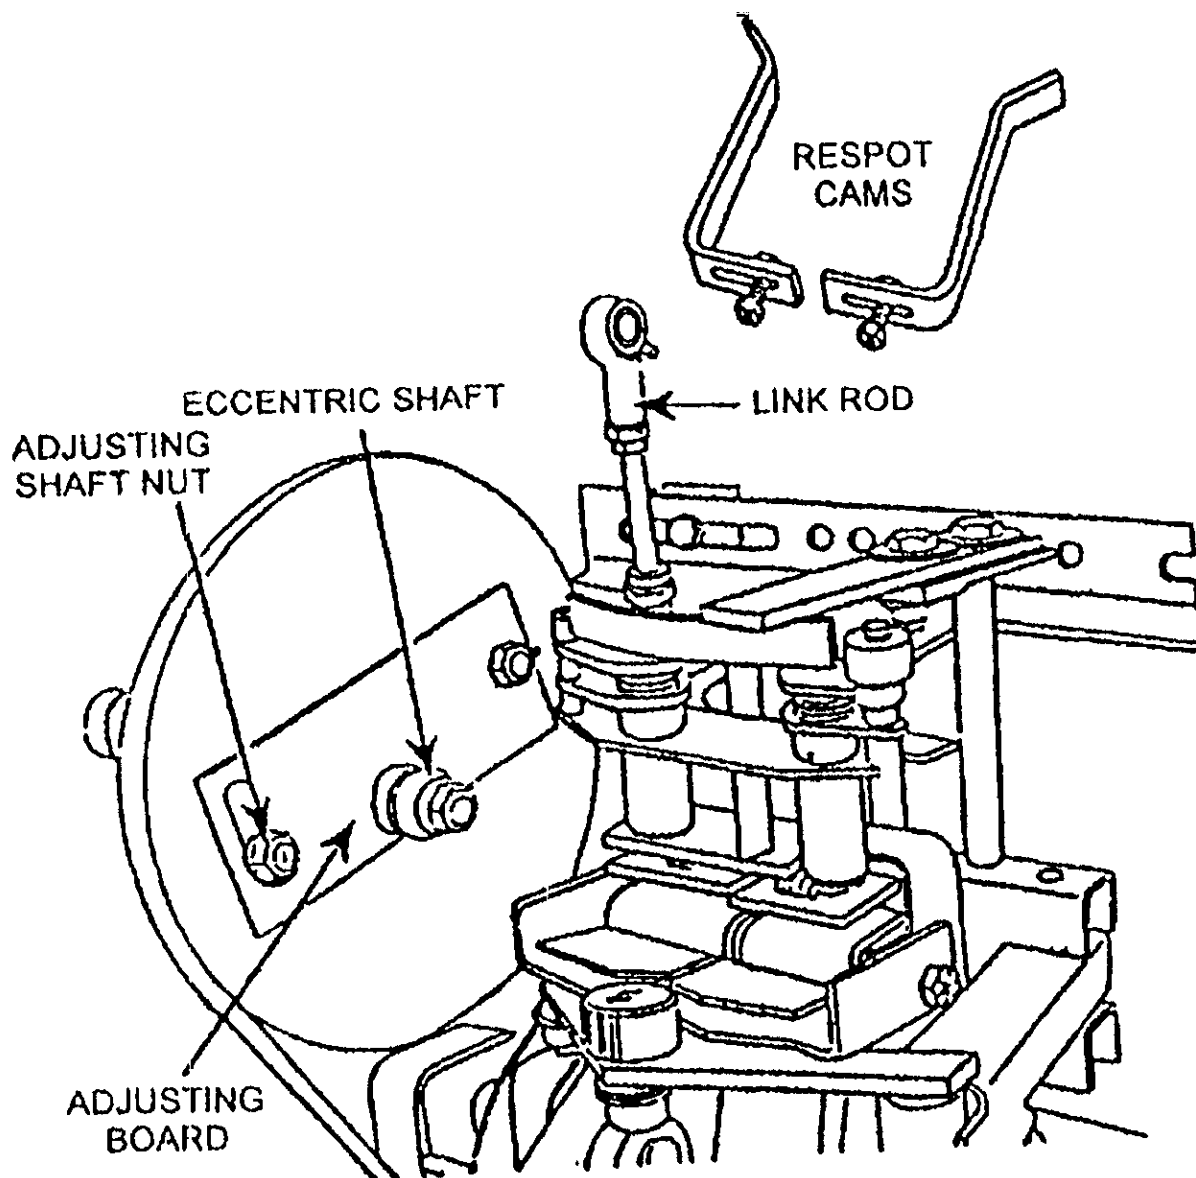

Рисунок 30
1. Снимите стопор с шатунной шейки и сохраните (не потеряйте) его (рис.30).